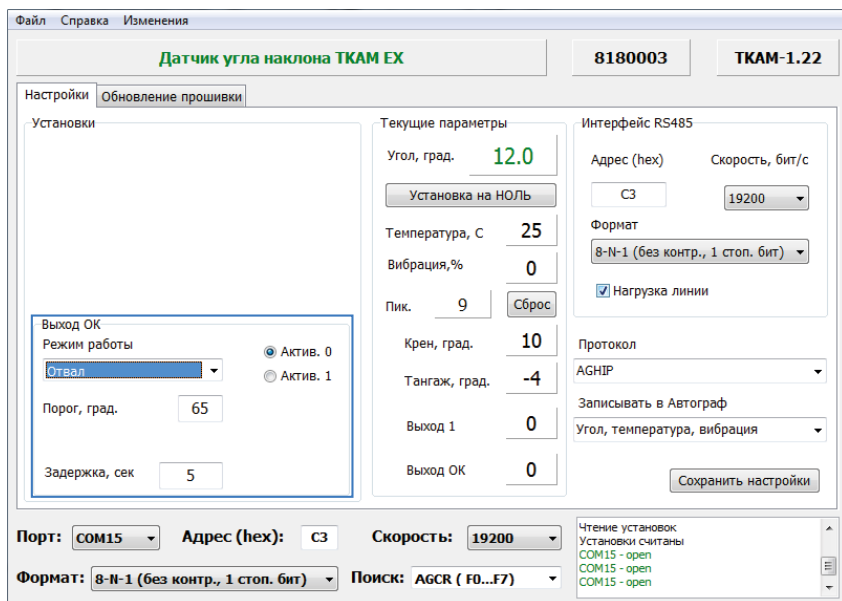

Рис.14. Настройка режима «Отвал».
**Для режимов «Отвал» необходимо настроить следующие параметры (Рис.14):**